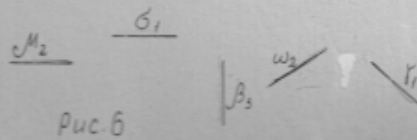

Рис.6
7. Какую надпись следует выполнить над изображением, обозначенным цифрой I на рис.6?
8. Укажите, какими буквами обозначены плоскости, на которых выполняется дополнительный вид (рис.6)